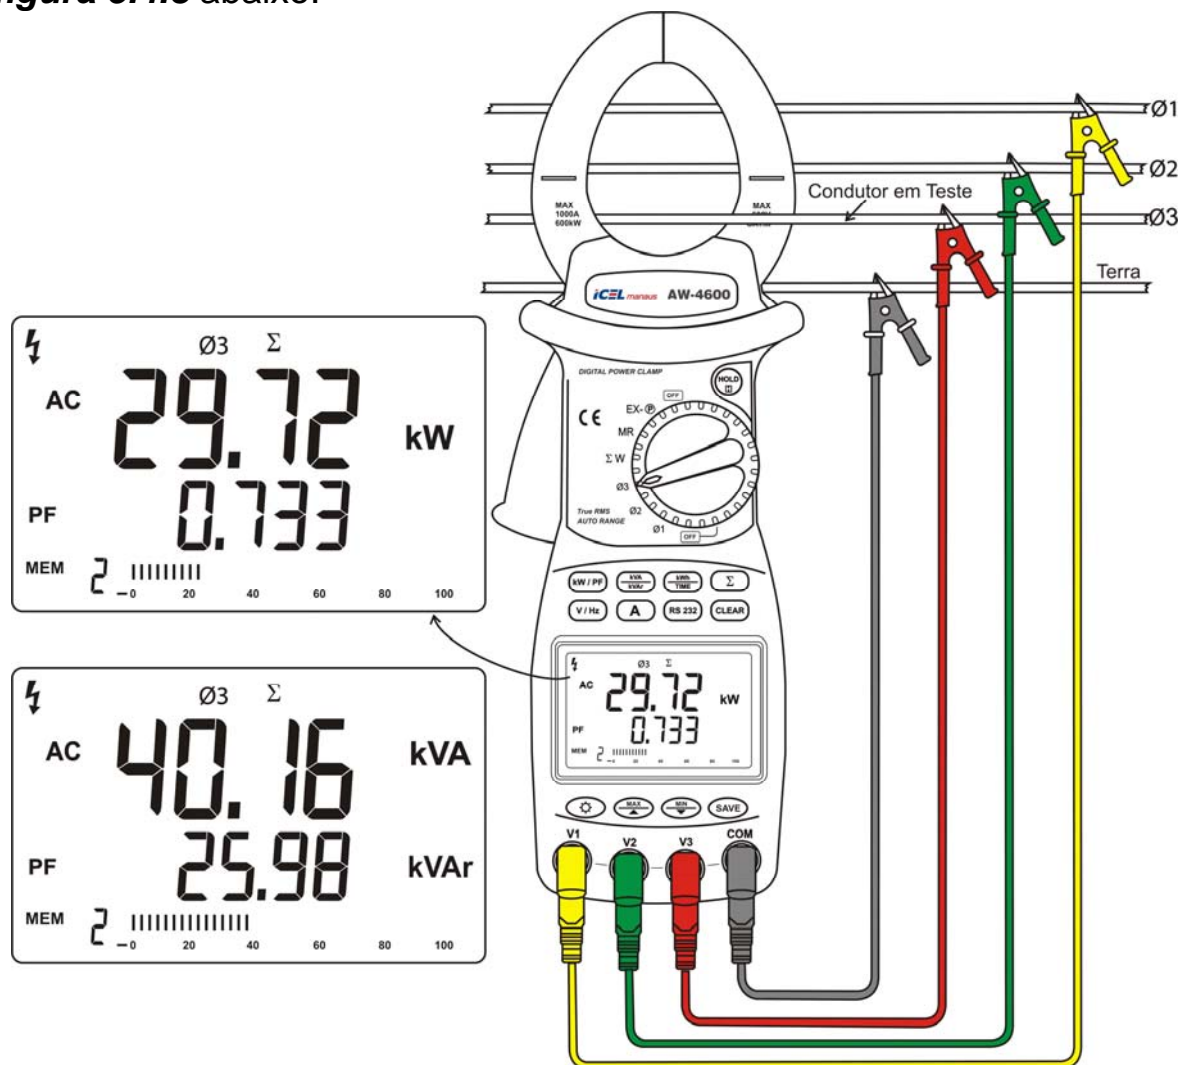

Figura 5.4.3
- k. Gire a Chave Seletora para a posição ' $\varnothing 3$ ' e envolva com a garra o fio referente à fase 3 (V3 - ponta de prova vermelha), conforme a **figura 5.4.3** abaixo.